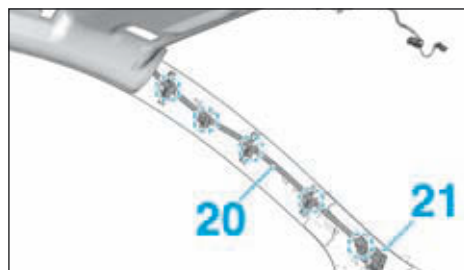

FIG.59
- Dégrafer le faisceau électrique (20) (Fig.59).
- Débrancher le connecteur (21).